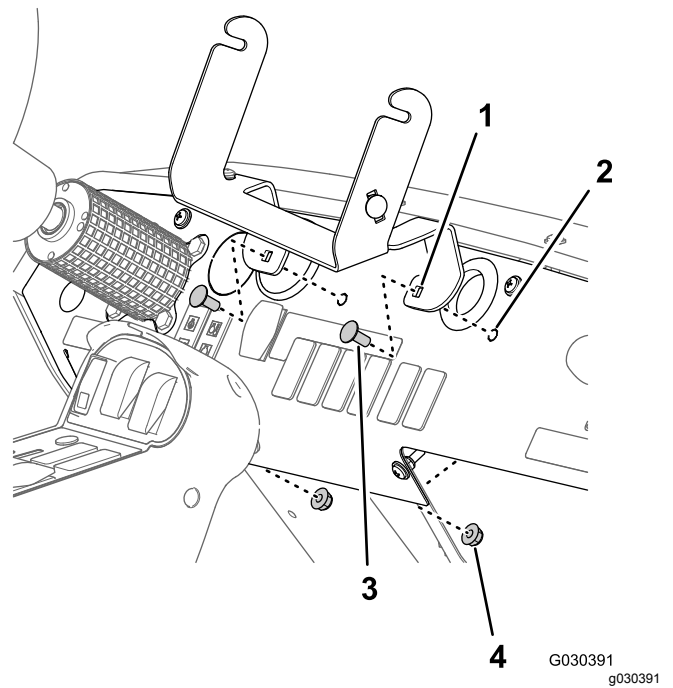

Bild 7
6. Entfernen Sie die zwei Schlossschrauben (5/16" x 3/4") und die zwei Sicherungsbundmutter (5/16"), mit denen die Stützhalterung am Armaturenbrett befestigt ist, und nehmen die Stützhalterung von der Maschine ab (Bild 7).